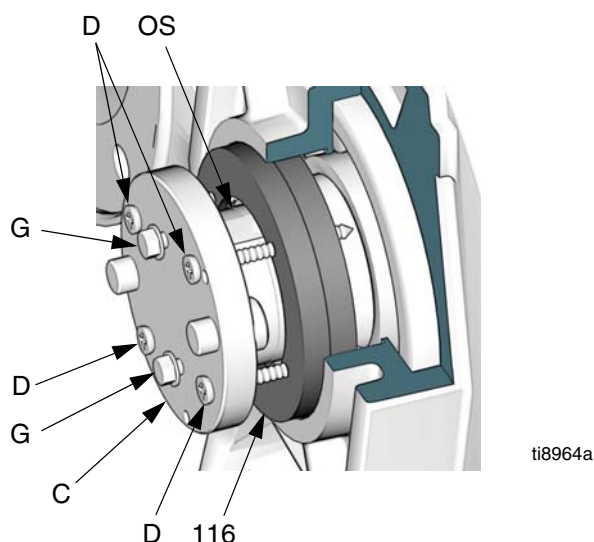

FIG. 25. Retire las juntas del eje de salida
7. Coloque cinta sobre el chavetero del eje de entrada para evitar dañar la junta nueva. Llene la cavidad de la junta del eje de entrada con grasa Nro. de pieza 107411. Instale la junta de entrada (109) con el labio apuntando hacia adentro, hasta que la junta entre en contacto con el resalte de la carcasa del reductor de engranajes. Quite la cinta.
8. Asegúrese de que la junta incluida esté en el tapón de drenaje de aceite (118), luego enrosque el tapón en el reductor de engranajes. Apriete a 34 N•m (25 pie-lb).
10. Retire las dos juntas de salida (116) como sigue:
- a. Vea la FIG. 25. Coloque la herramienta (C) en el eje de salida (OS). Gire la herramienta 90°. Instale y apriete los dos tornillos de 0,5 pulg. (13 mm) (G) para bloquear la herramienta en su lugar.
- b. Perfore agujeros guía de 1/8 pulg. (3 mm) de diámetro (máximo) en las juntas (116), usando los orificios para los tornillos para chapa metálica (D) como una plantilla. Instale los tornillos para chapa metálica (D) a través de la herramienta y en las juntas (116).
- c. Apriete los tornillos (D) de forma uniforme para extraer ambas juntas.